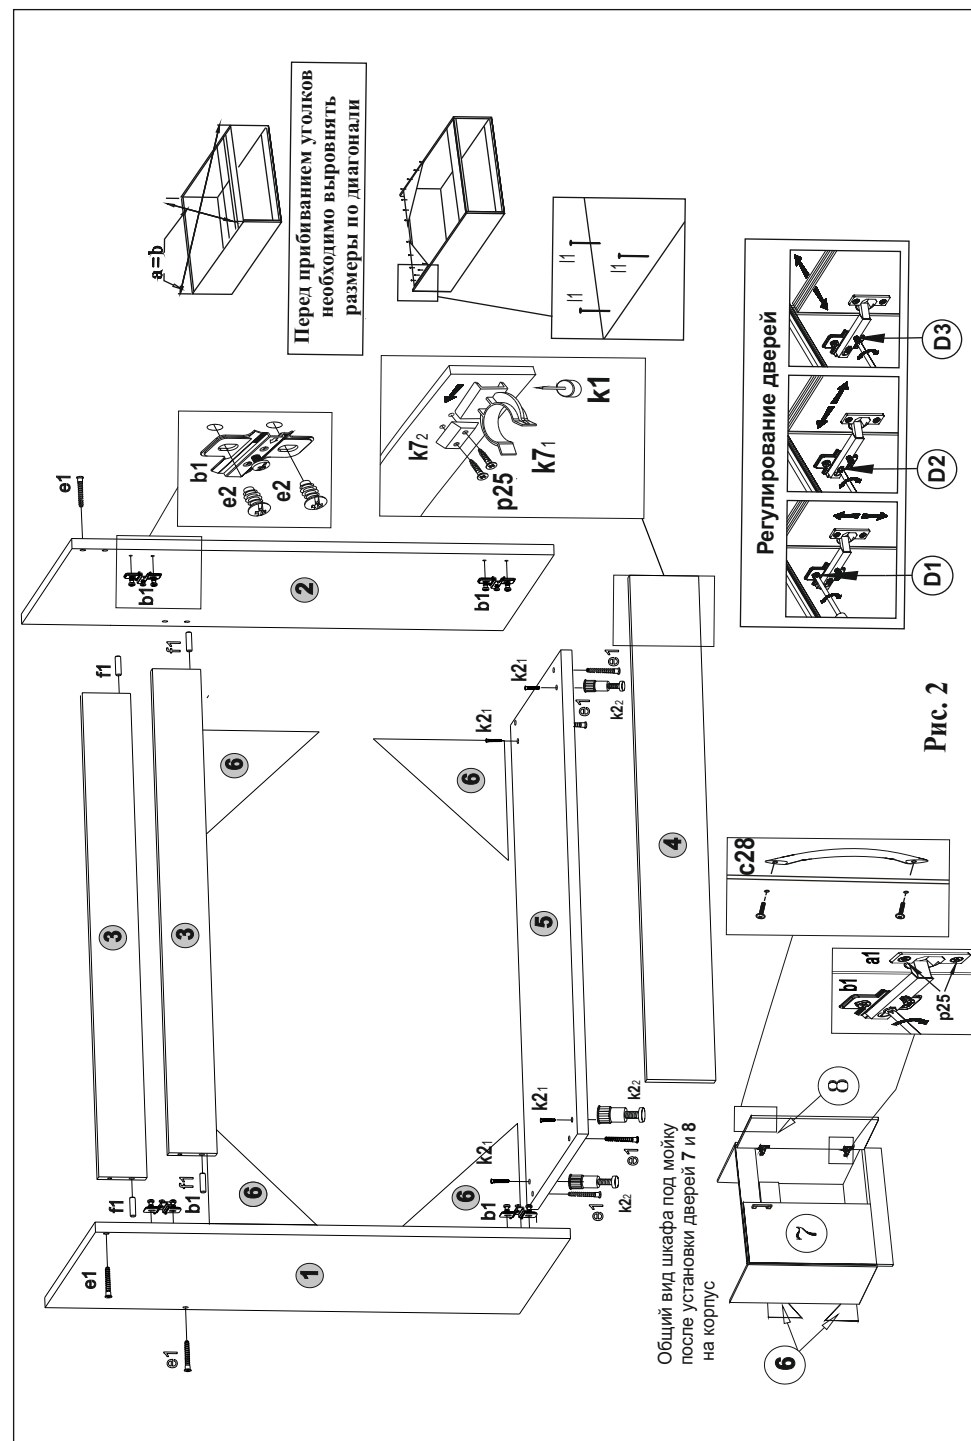

Рис. 2
4.2 В отверстия диаметром 8 мм на торцовых кромках планок соединительных 3 вбить деревянные шканты f1 (см.рис. 2).
4.11 Навесить двери на корпус шкафа, соединив между собой петли a1 и направляющие петель b1. Отрегулировать положение дверей вращая винты D1, D2 и D3(см. рис. 2).